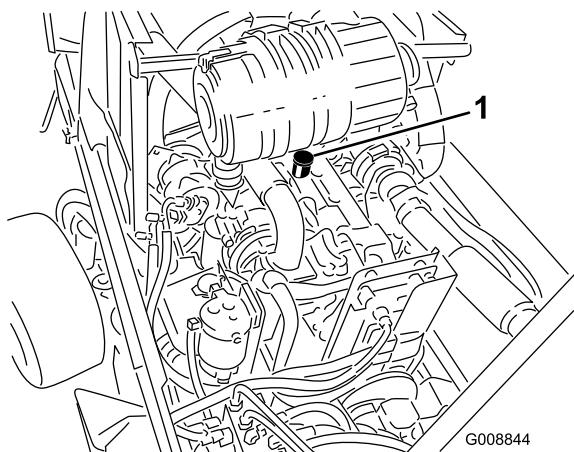

Figura 60
3. Si el nivel de aceite está por debajo de la marca Bajo (L), retire el tapón de llenado (Figura 60) y añada aceite hasta que el nivel llegue a la marca Lleno (F). **No llene demasiado.**